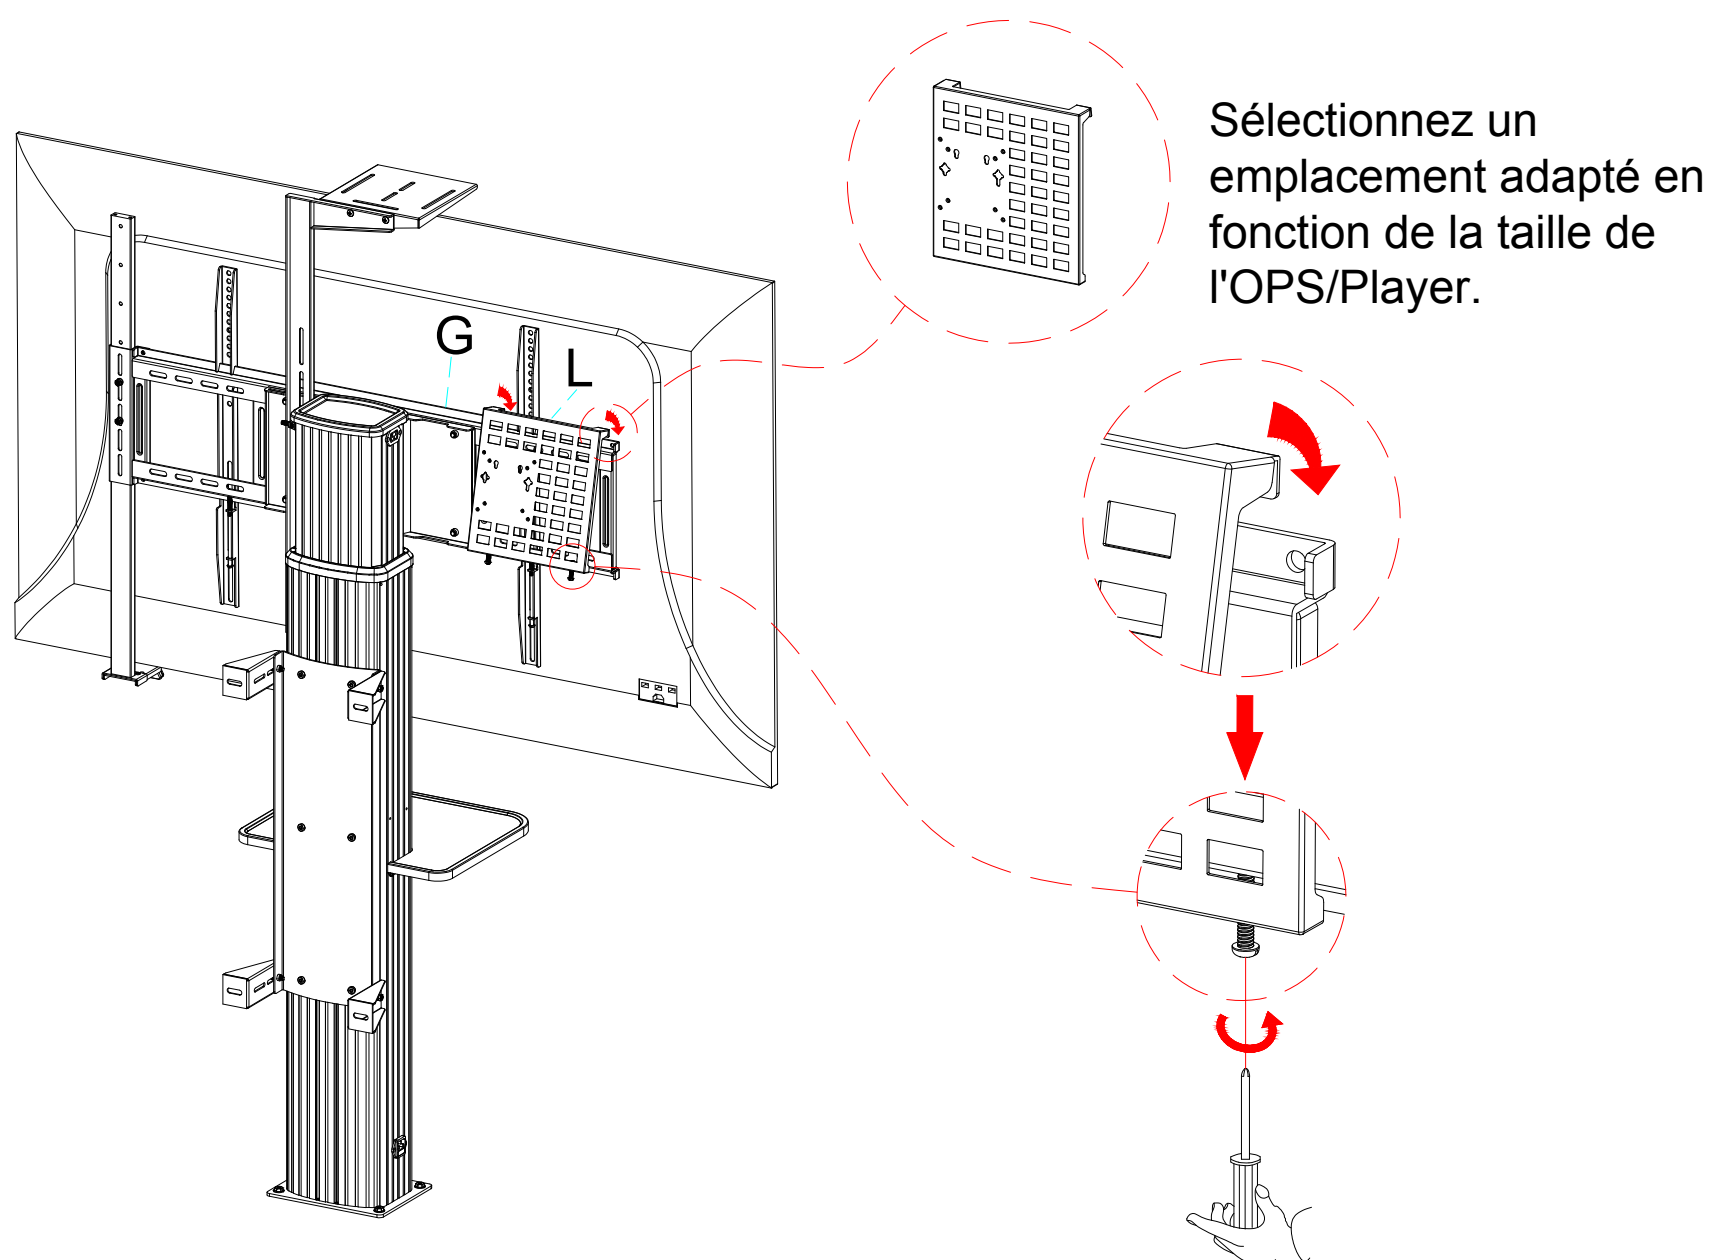

Figure 11
Étape 11 : Assemblez le support OPS/Player (L) et la plaque murale (G), puis serrer les deux vis de sécurité. (Figure 11)